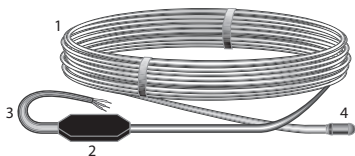

Рис. 1
Нагревательная секция AURA состоит из нагревательного кабеля (1), который с одной стороны оснащен соединительной муфтой (2) и установочным проводом (3), а с другой – концевой муфтой (4) (рис. 1).